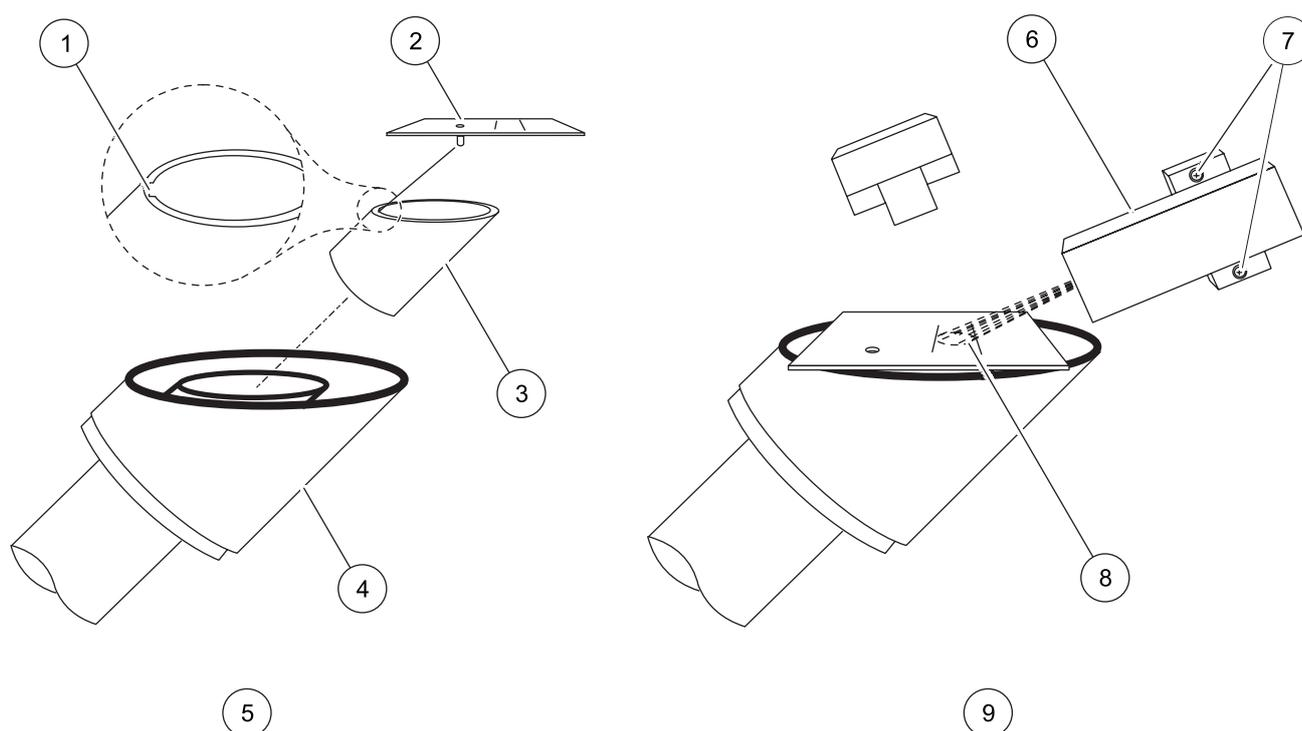

Figura 18 Detalles de alineación
- c. Coloque la plantilla de alineación en la parte superior del cilindro de calibración con el pasador guía indicando hacia abajo, contra el orificio plano en la parte interior del cilindro (Figura 18). El borde posterior de la plantilla debe tocar la placa posterior de la unidad de muestra.
- d. Controle la posición de la imagen de lámpara en la superficie de la plantilla de alineación. Se debe encontrar dentro del área de destino de modo que el rayo se ubica entre las líneas (Figura 18).